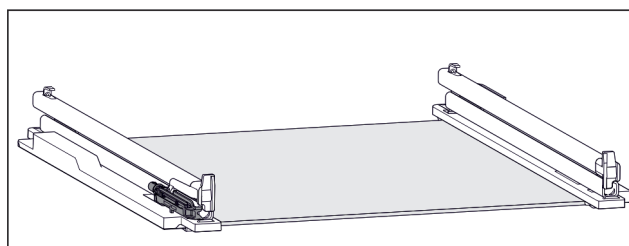

Fig. 159 Tompítóegység
- A bal oldali sínre fel van erősítve a tompítóegység. (lásd Fig. 159) A jobb oldalra nincs felerősítve tompítóegység.